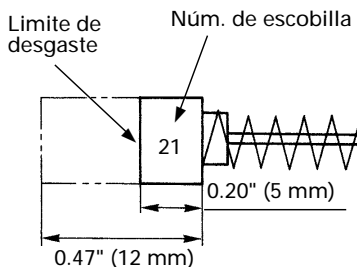

Fig. 8
## 4. Inspeccionar los carbones de contacto (Fig. 8)
**NOTA:** Utilice las escobillas HITACHI N3m. 21 indicadas en la Fig. 8.